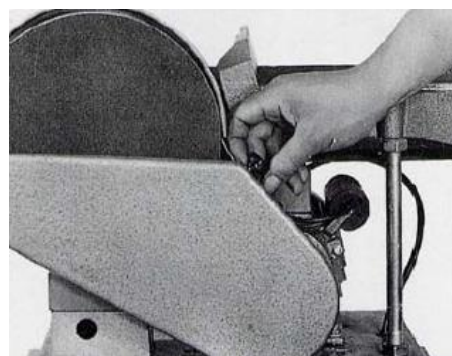

Fig. 12
3. Open de beschermkap aan de zijkant door de knop (fig.12) los te draaien.